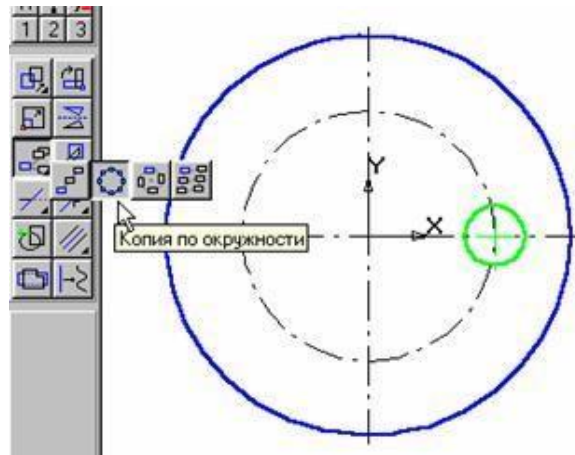

Рис.8. Операция «Копия по окружности»
4. Включите панель **Редактирования**. Воспользуйтесь панелью расширенных команд кнопки **Копирование** и активизируйте команду **Копия по окружности**, рис. 8